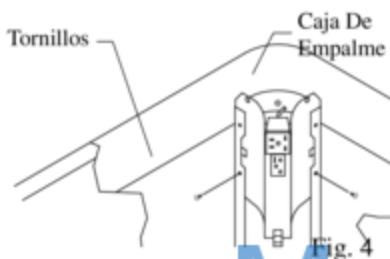

Fig. 4
- Quite la caja de empalme.** La caja de empalme se encuentra en el rincón superior del interior del enfriador. Quite los dos tornillos de la caja y quite la caja de empalme (fig. 4). Deslice las tomas de corriente a la ranura de la caja de empalme.